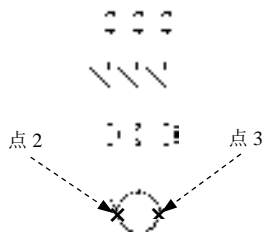

图 17.10.17 绘制圆（二）
(8) 绘制圆。选择 **绘图** (D) → **圆** (C) → **两点** (2P) 命令，分别选取图 17.10.17 所示的点 2 和点 3，完成圆的绘制。